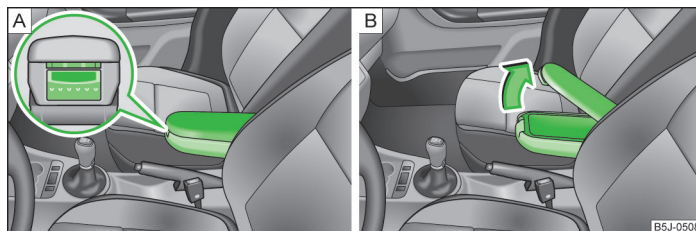

Fig. 74 Apoyabrazos: Compartimento guardaobjetos/abrir el compartimento guardaobjetos
- » Pulsar la tecla inferior en el lado frontal del apoyabrazos » fig. 74 - [A].
- » Pulsar la tecla superior y doblar la tapa del compartimento guardaobjetos hacia arriba » fig. 74 - [B].